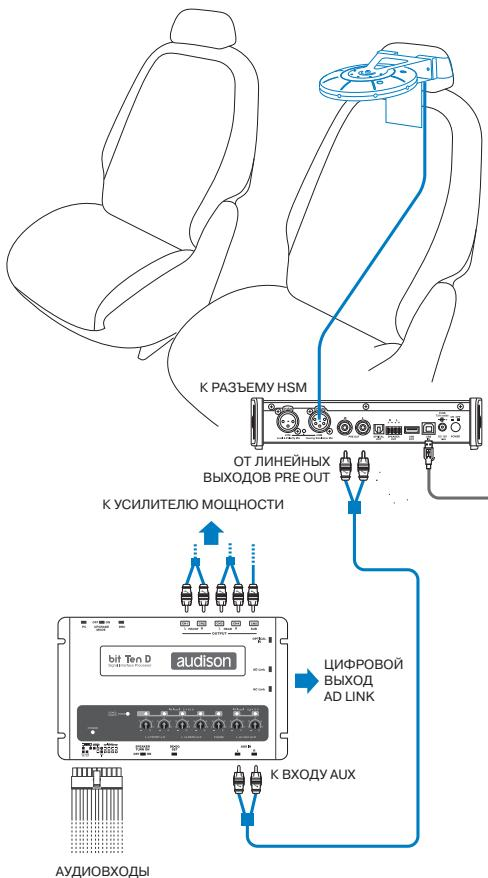
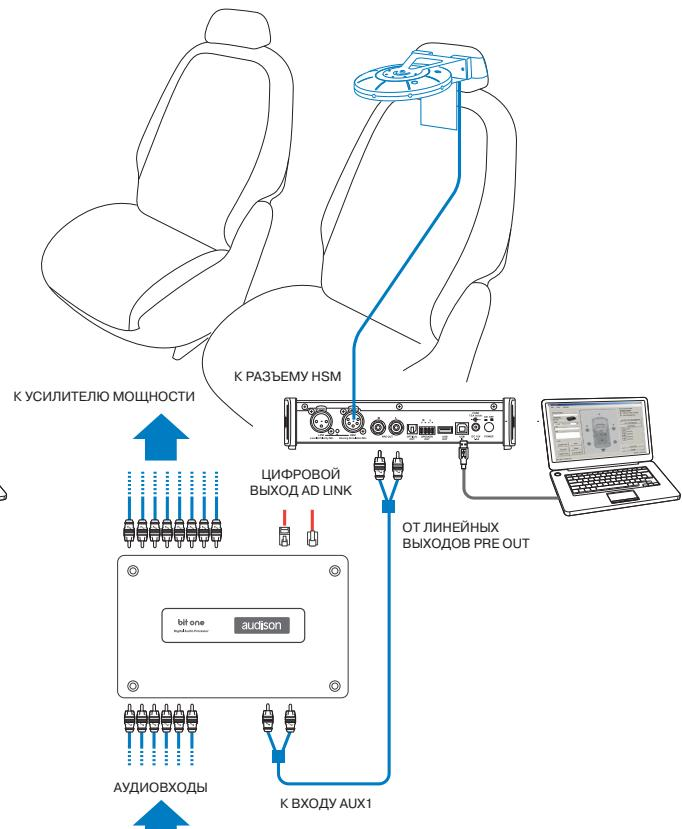

Рис. 1
Рис. 2
#### 1. Подключите bit Tune к аудиопроцессору bit Ten (D) (рис. 1) или bit One (рис. 2).